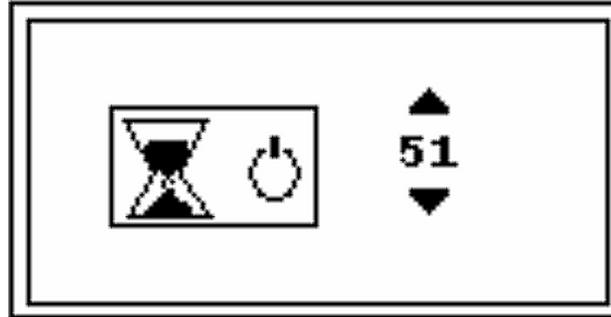

Abbildung 2-43 Konfigurationsbildschirm für die Selbstabschaltung
6. Durch Drücken von **Enter** erscheint der Konfigurationsbildschirm (Abbildung 2-43).